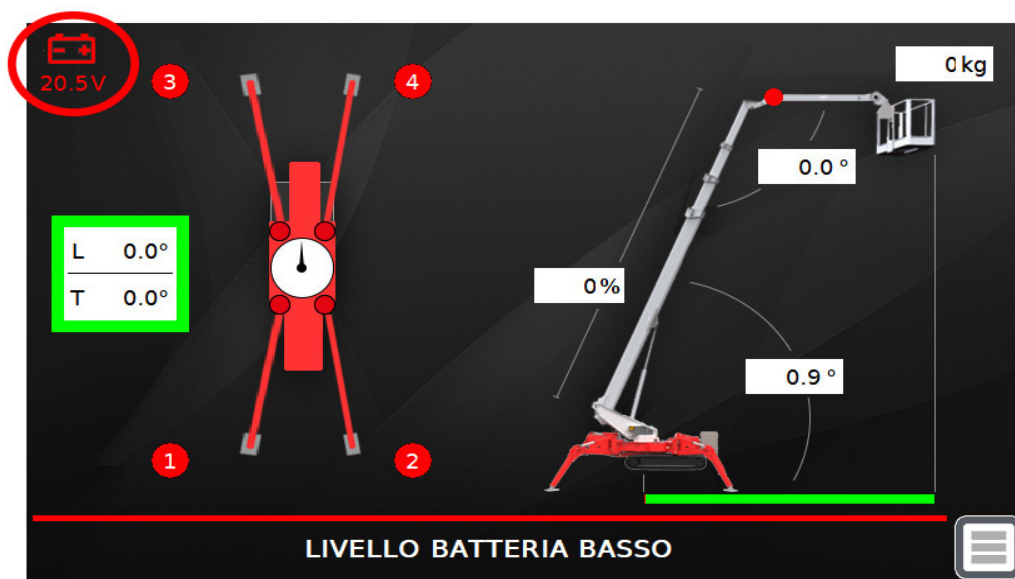

Fig 5.
2. La charge de la batterie par l'indication sur l'écran, cercle rouge Fig.5. Si la tension est inférieure à 21,5 V, l'écran affichera l'écran suivant avec le message d'information (Fig 5).